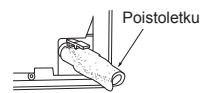

Fig. 4
- 5) Aseta poistoletku kokonaan sisäyksikön takana oikealla olevaan poistoastiaan (Fig. 4).
- 6) Aseta poistoletku seinäreiän holkkiin (C) ja ripusta sisäyksikön yläosa asennuslevyyn (1). Siirrä sitten sisäyksikkö kokonaan vasemmalta. Tämä helpottaa putkien asettamista yksikön taakse.